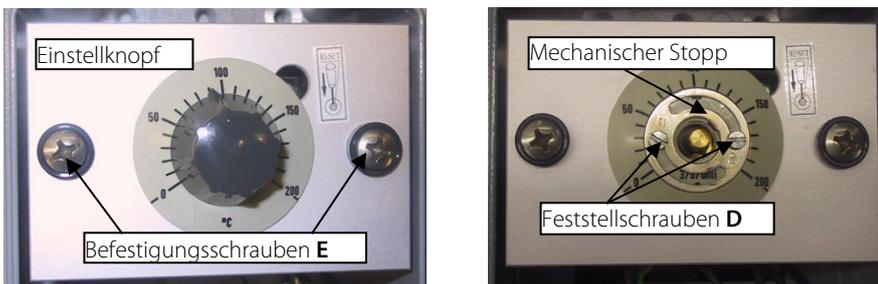

Abbildung 23 Einstellung des mechanischen Stopps am Thermostatregler
- Den Drehknopf am Thermostat abziehen. Die 2 darunter befindlichen Feststellschrauben **D** (Abbildung 23) entfernen. Die 2 Befestigungsschrauben **E** (Abbildung 23) der Thermostat-Aufnahmeplatte entfernen.